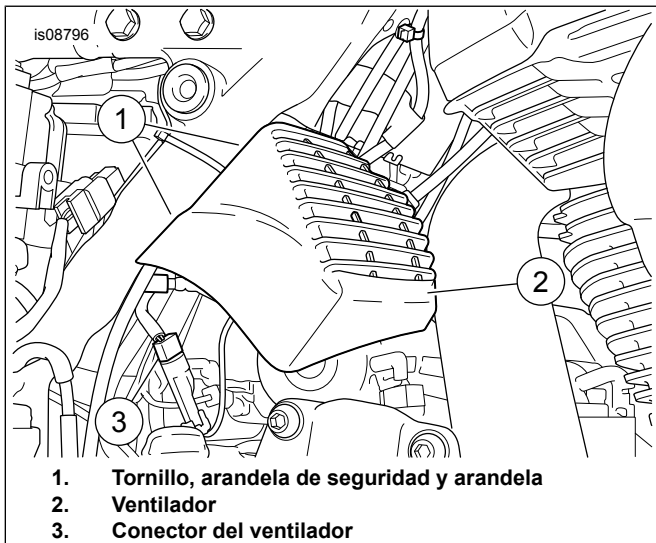

Figura 2. Coloque el ventilador
2. Consulte la Figura 2.. Coloque el ensamblaje del ventilador. Desde el área de la bandeja de la batería, coloque los tornillos (1), la arandela de seguridad (2) y las arandelas planas (3). Ajuste a: